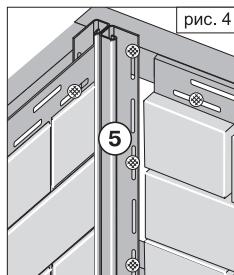
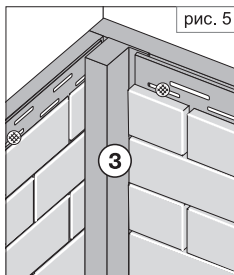
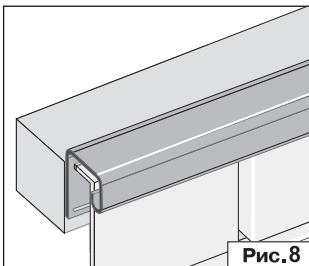

рис. 4
рис. 5
Рис. 8
5. Вертикально расположенные вспомогательные профили крепятся следующим образом: первый крепежный элемент устанавливается в верхнюю часть верхнего перфорационного отверстия каждого вертикального элемента, остальные – в центр перфорационных отверстий (рис. 4).
2. Сначала устанавливаются все наружные углы и другие вспомогательные профили. Для оформления внутренних углов, обрамления оконных и дверных проемов рекомендуется использовать J-профиль (рис. 4) или бордюр (рис. 5). Также J-профиль используется в качестве финишного элемента (рис. 8).